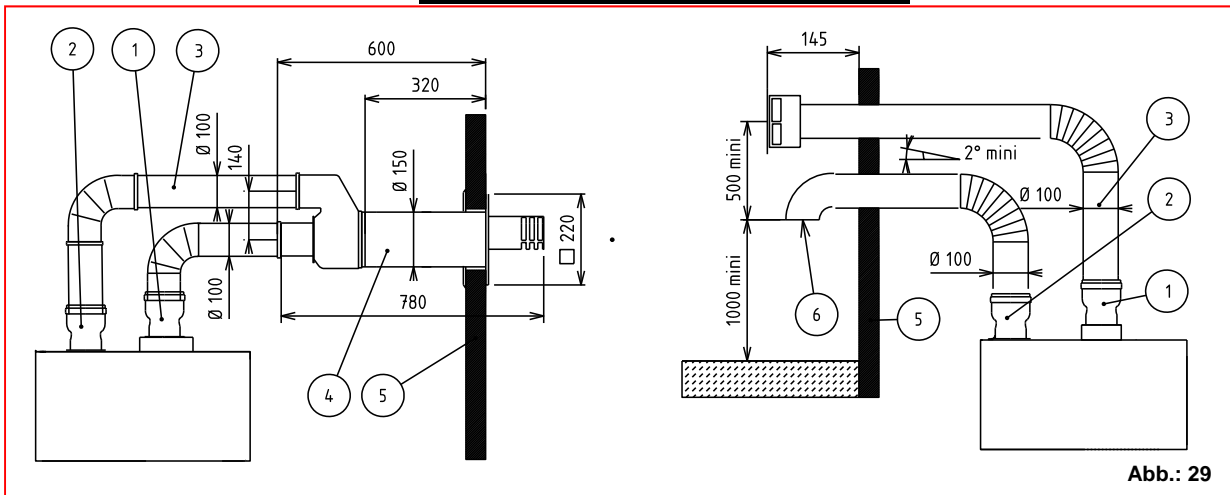

Abb.: 29
Bei der Ausführung **Typ B**, muss das Gitter (1) entfernt und der Abgasstutzen (2) gemäß Abbildung 29 montiert werden.